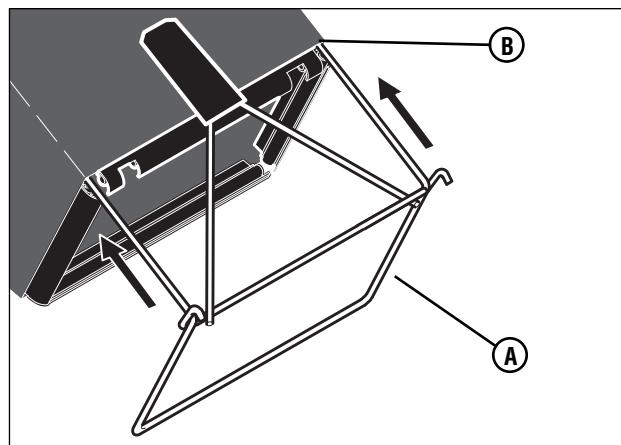

Figura 5: Instalación del armazón
1. Deslice el armazón (**A**, **Figura 5**) dentro de la bolsa de césped (**B**).